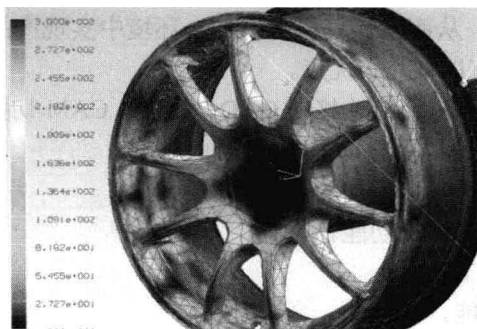

图 1-5 有限元分析
1) UG/Scenario for FEA (UG 有限元前后置处理)。该模块是一个集成化、全相关、直观易用的 CAE 工具，可对 UG 零件和装配进行快速的有限元前后置处理。该模块主要用于设计过程中的有限元分析计算和优化，包括全自动网格划分、交互式网格划分、材料特性定义、载荷定义和约束条件定义、NASTRAN 接口、有限元分析结果图形化显示、结果动画模拟、输出等值线图或云图、进行动态仿真和数据输出等内容，如图 1-5 所示。